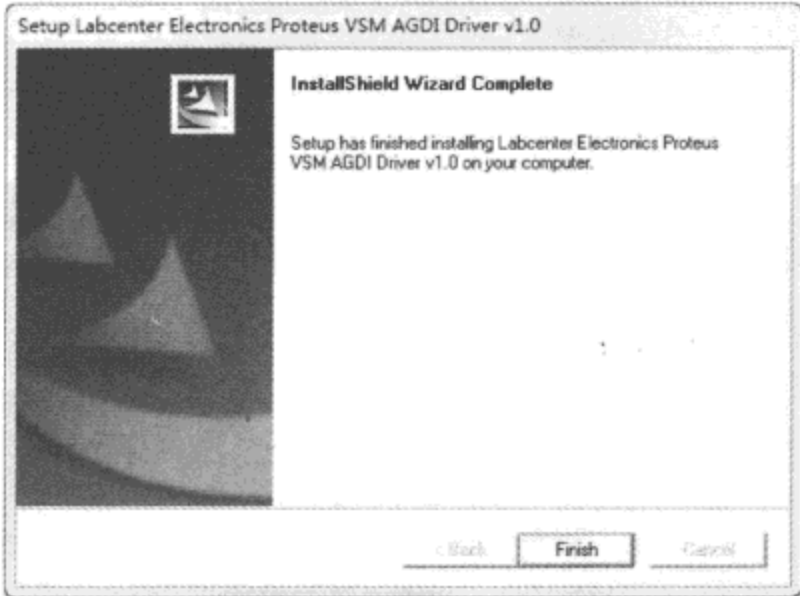

图 5.2.16 安装完成
(2) 运行 vdmagdi. exe 后,按照安装向导一步步完成安装,如图 5.2.12~图 5.2.16 所示。
安装成功如图 5.2.16 所示。